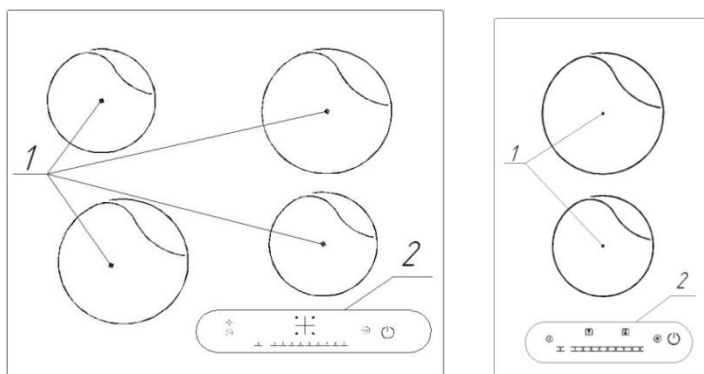

Рис. 6 Устройство варочной панели с сенсорным управлением
Расположение и назначение элементов варочной панели с сенсорным управлением показано на Рис. 6. На варочной поверхности расположены зоны нагрева различного диаметра(1), температура которых регулируется при помощи панели управления (2). Символы на панели показаны условно.